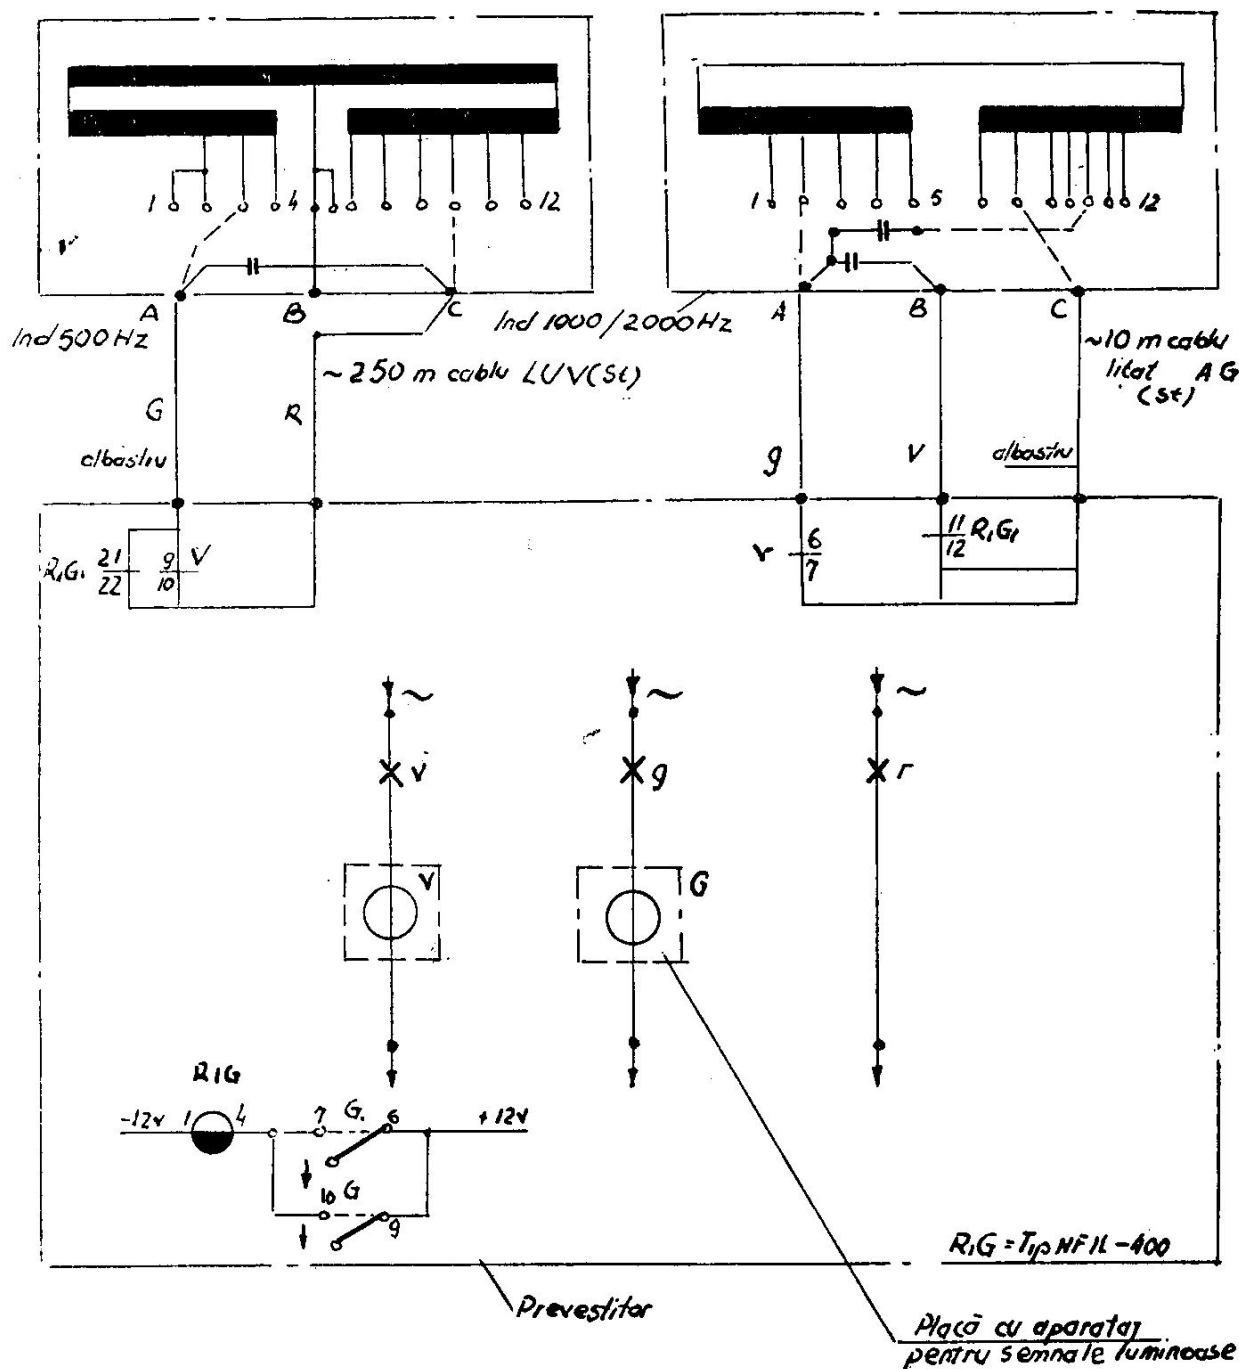

Fig. 53 Schema electrică și conectarea la semnalul prevestitor pe secții cu B.L.A. în curent alternativ de 75 Hz
c) *Semnalul prevestitor pe secții cu B.L.A. în curent alternativ de 75 Hz echipat cu inductoare de cale de 1 000/2 000 Hz și de 500 Hz (fig. 53).*